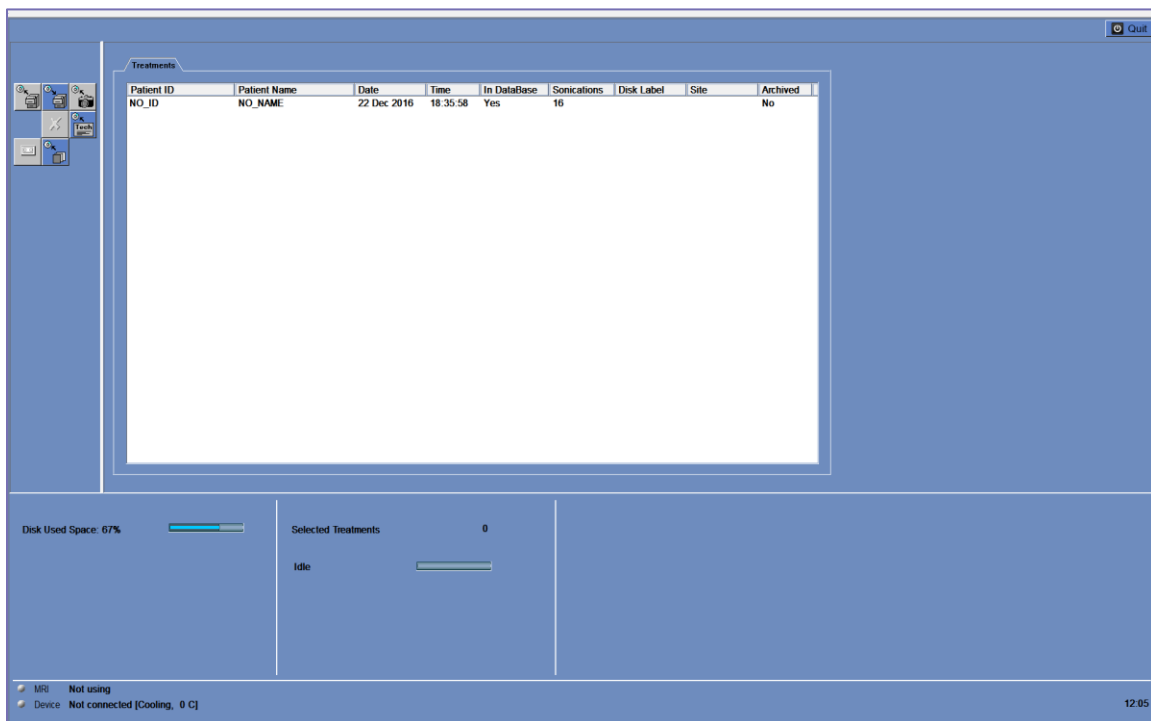

Abbildung 11-1: Bildschirm zur Datenverwaltung
Die folgenden Befehle erscheinen auf dem Bildschirm **Datenverwaltung** (siehe Abbildung 11-1):
5. Die Daten werden auf die CD oder das USB-Gerät exportiert. Der Fortschritt des Exports kann in der **Statusleiste** angezeigt werden (siehe Abbildung 11-1).
3. Die importierten Behandlungen werden auf das lokale Laufwerk kopiert und werden in der Patientenliste angezeigt (siehe Abbildung 11-1).
- Gelöschte Behandlungen werden weiterhin in der Patientenliste angezeigt. In der Spalte **In Datenbank** wird die Verfügbarkeit der Behandlung in der Datenbank angezeigt (siehe Abbildung 11-1).
6.  Wählen Sie die Patienten aus der Liste **Daten auf WS** und klicken Sie auf die Schaltfläche **Brennen**, um die Bilder auf eine CD oder ein USB-Gerät zu exportieren. Der Exportvorgang kann in der **Statusleiste** eingesehen werden (siehe Abbildung 11-1).